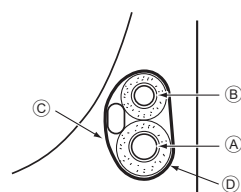

Fig. 4-5
- (A) Tuyauterie du réfrigérant côté site
- (B) Tuyauterie du réfrigérant côté appareil
4.5.1. Stockage dans l'espace de tuyauterie de l'appareil (Fig. 4-5)